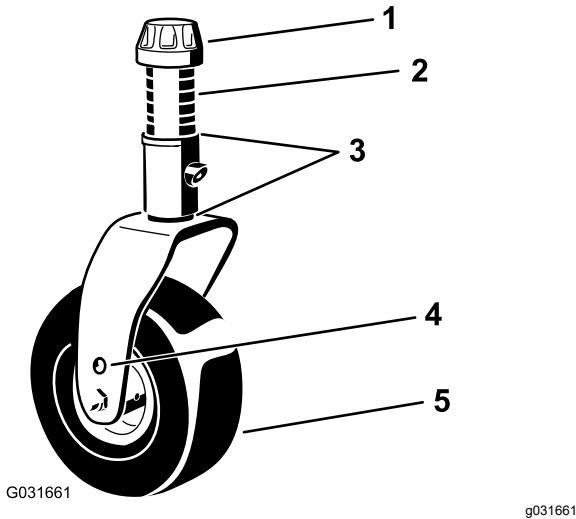
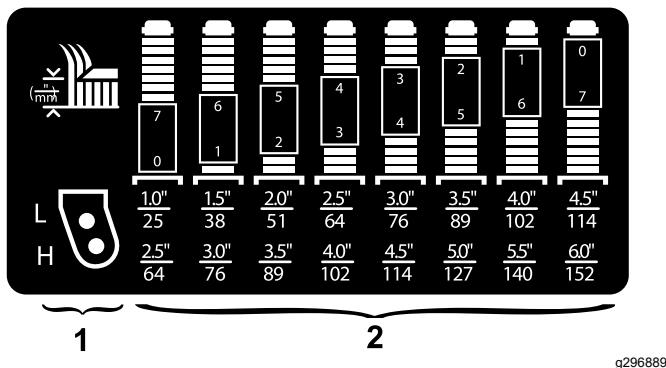

Figura 8
Figura 9
Coloque los ejes de las ruedas giratorias en los mismos taladros en ambas horquillas. Consulte Figura 8 y Figura 9 para saber cuáles son los taladros adecuados para esta configuración.
1. Retire el casquillo tensor del eje (Figura 8) y deslice el eje fuera del brazo de la rueda giratoria. Coloque los 2 suplementos en el eje de la misma forma que en la instalación original. Estos suplementos son necesarios para obtener el mismo nivel en toda la anchura de las unidades de corte.
2. Coloque el número necesario de espaciadores en el eje para obtener la altura de corte deseada (Figura 8).
Consulte la Figura 9 para determinar las combinaciones de espaciadores para la configuración de altura de corte que desee.